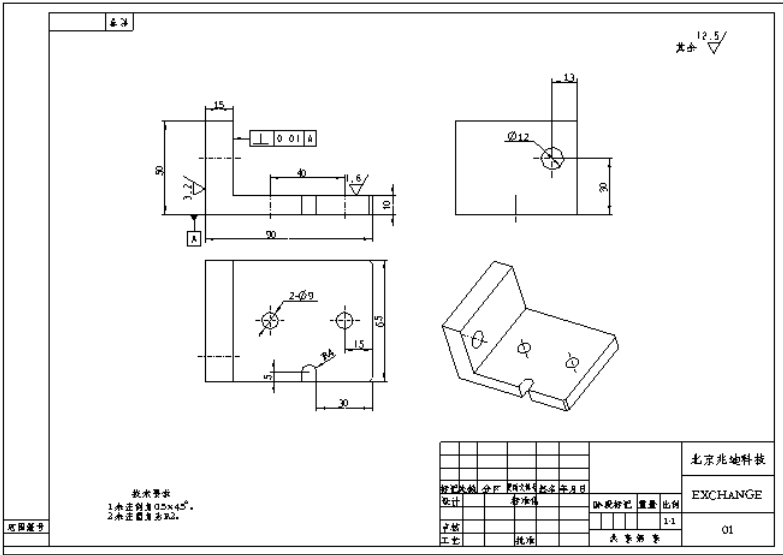

图 9.5.7 DRW 格式工程图
Step1. 将工作目录设置至 D:\proewf5.7\work\ch09.05.02，打开工程图文件 exchange.drw，如图 9.5.7 所示。